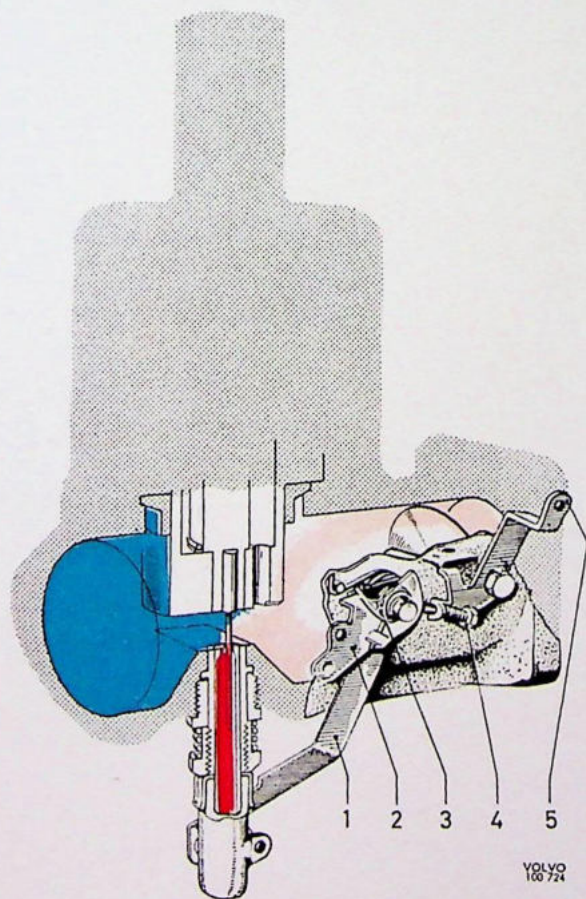

Fig. 2-77. Karburateur, snel-stationair
Als de choke knop wordt uitgetrokken, wordt de smoorklep bediend. Eén kant van het liever (2, Fig. 2-77) is in de vorm van een kam uitgevoerd, die tegen de snel-stationair schroef (4) aangedrukt, waardoor de smoorklep wordt geopend. De motor krijgt hierdoor gedurende de tijd dat de choke knop uitgetrokken is een hoger stationair toerental.